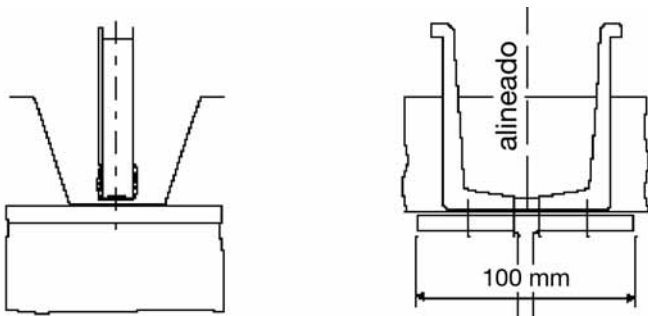

Figura 12. Colocación de 2 conectores.
- Conviene disponer los cuerpos de los conectores "hacia el exterior" de la viga, y de tal modo que los pies estén en contacto. (figura 12) En tal caso, la anchura mínima del ala del perfil debe ser 100 mm.